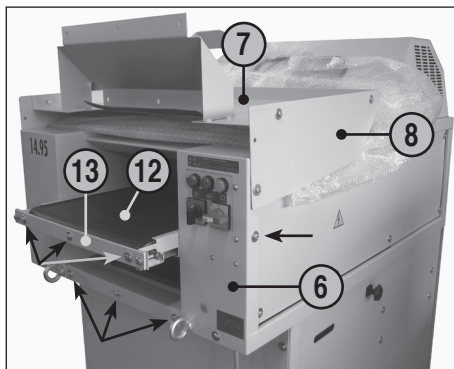

Abb. 1
- 6 = Gehäuse (Abb. 1, 2, 4)
- 7 = Tisch (Abb. 1, 2, 4, 5, 6)
- 8 = Schutzblech (Abb. 1, 2, 4)
- 12 = Transportband (Abb. 1, 2)
- 13 = Transportbandhalterung (Abb. 1)
(Abb. 1, 2 und 3):
1. Die jeweils 3 Schrauben mit Unterlegscheibe an der Gehäuse-Vorderwand (6) und an der Stirnseite der Transportbandhalterung (13) sowie jeweils die eine Schraube unterhalb des Schutzbleches (8) auf beiden Seiten abschrauben (siehe Pfeilmarkierungen Abb. 1).